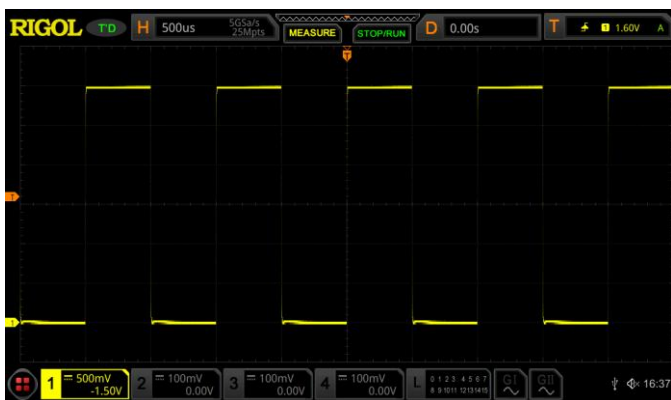

图 1-11 方波信号
5. 观察示波器显示屏上的波形，正常情况下应显示图 1-11 所示的方波信号。